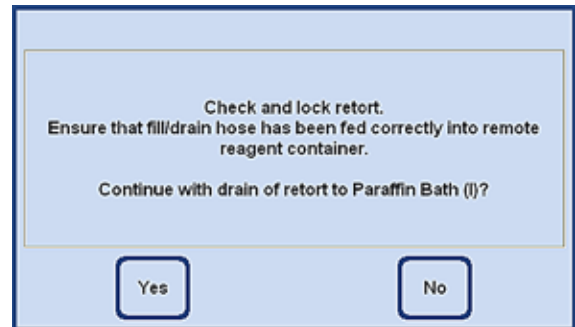

Fig. 184
- Para continuar, confirme o seguinte alerta de segurança (Fig. 184).